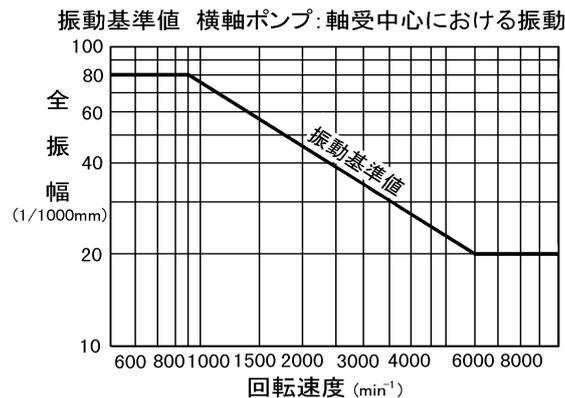

図 10
- (1) 圧力・電流・振動・騒音などが、平常と極端に異なる場合は事故の前兆ですので、8 故障の原因と対策の項を参照し、早目に処置することが大切です。そのために運転日誌をつけてください。
- (2) 電動機部分が手で触れることができないほど熱いときは、運転を停止して点検してください。
- (3) 軸封に関しメカニカルシールは、正常ならば水漏れはほとんどありません。水漏れが多くなった場合は、交換してください。
- (4) 据付、配管工事が正しく施工されている場合の振動基準値を図 10 に示します。